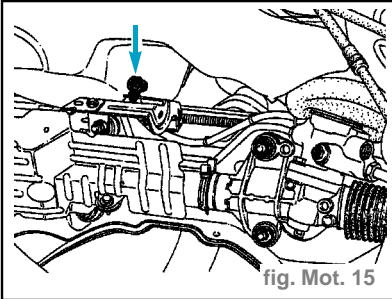

fig. Mot. 15
- le connecteur de direction assistée sur le berceau (fig. Mot. 15),